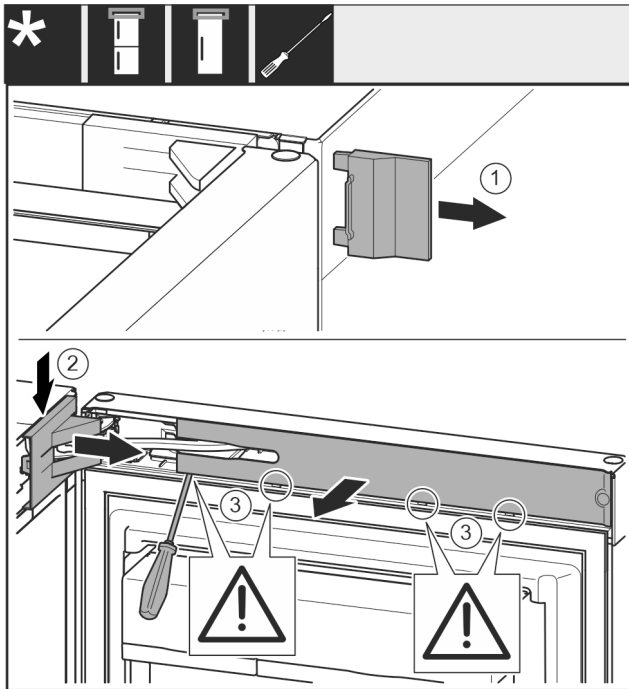

Fig. 8
► Nuimkite išorinę dengiamąją plokštelę. Fig. 8 (1)
► Atfiksukite atraminės gembės dengiamąją plokštelę ir ją nuimkite. Nuimkite atraminės gembės dengiamąją plokštelę. Fig. 8 (2)
► Išdrožiniu atsuktuvu atkelkite gaubtą ir pasukite jį į šoną. Fig. 8 (3)